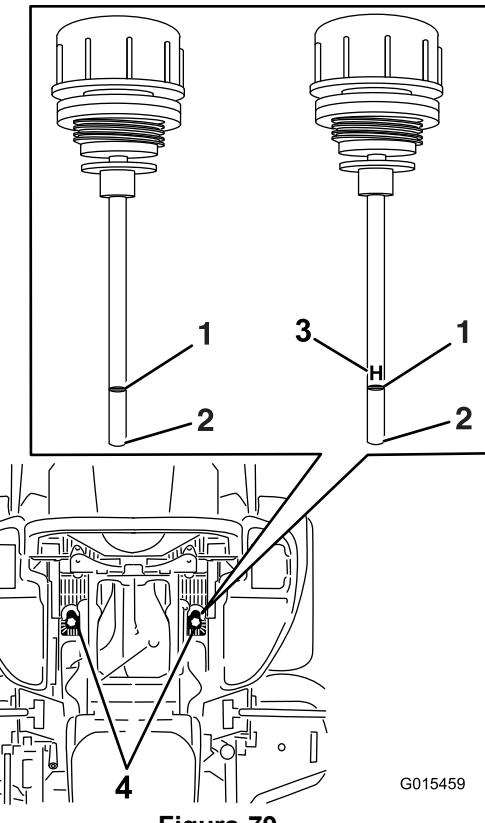

Figura 79
6. Pulite l'area attorno all'asta di livello dei serbatoi dell'impianto idraulico (Figura 79).
7. Togliete un'asta di livello dal serbatoio idraulico (Figura 79).
9. Togliete l'asta e controllate l'estremità (Figura 79).